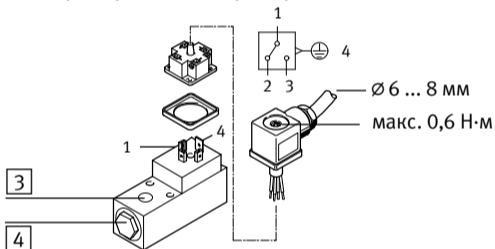

Рис. 2
3.3 Электрическая часть → рис. 2